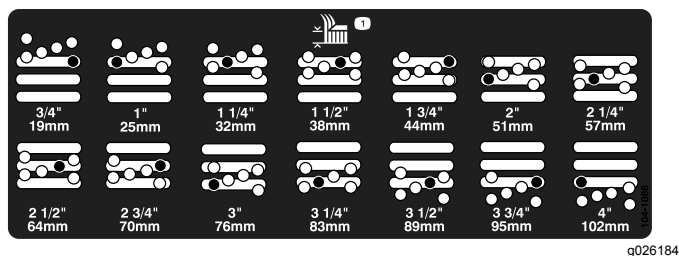

Figura 17
- Mueva la cámara a la altura deseada e instale el espaciador en el taladro y la ranura de altura de corte deseados (Figura 17)